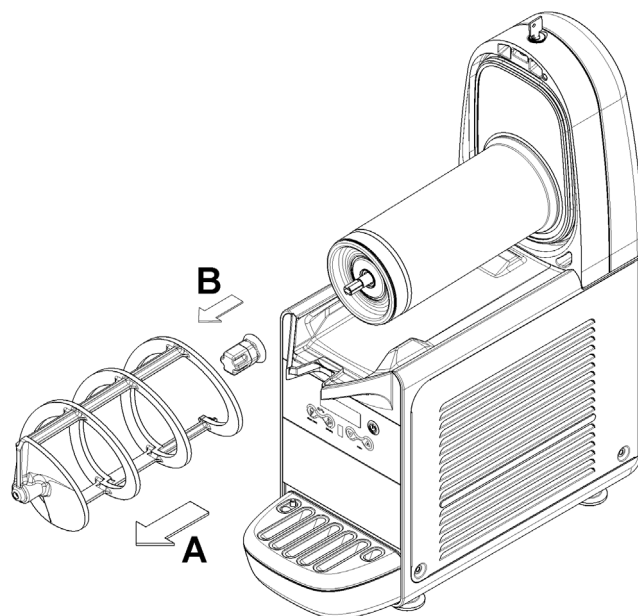

**Bild 3**
**2** Zum Ausbau des Behälters den entsprechenden Hebel nach oben drücken (Bild 3) und dann den Behälter herausziehen (Bild 4).